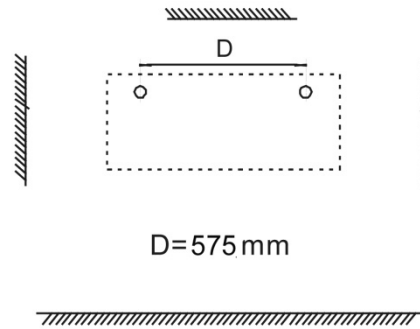

Figure 2
2. Percer deux trous dans le mur au diamètre de la cheville Fischer Ø 8 mm. (figure 2) – D= 575 mm